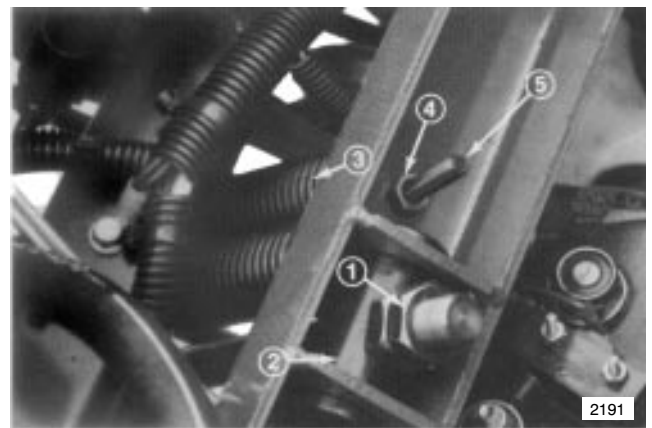

Abbildung 30
- Den Abstand zwischen den Zylinder-Gegenmuttern und dem Zylinder-Drehzapfen messen (Abb. 30). Der Abstand sollte ca. 5,7 cm (2-1/4") betragen.